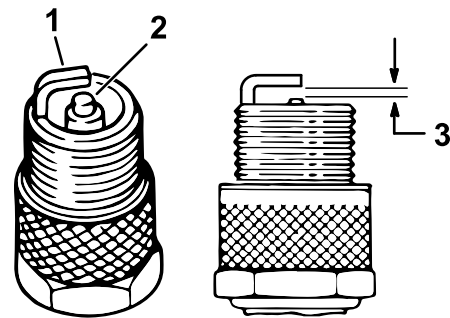

Figura 41
4. Verificați starea electrodului lateral, a electrodului central și a izolatorului electrodului central, pentru a vă asigura că nu sunt deteriorate (Figura 41).
5. Setează distanța dintre centrul și lateralul electrozilor la **1 mm pentru modelele EFI** sau **0,76 mm pentru modelele cu carburator**, așa cum se arată în Figura 41.